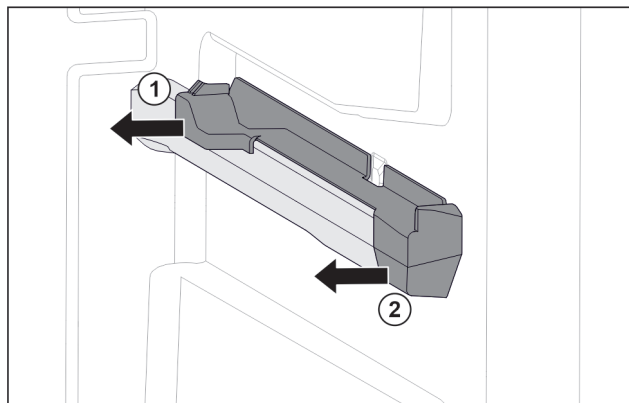

Fig. 148 Elemento inseribile sulla nervatura destra del contenitore
- Estrarre l'elemento inseribile dal lato posteriore di lato. Fig. 148 (1)
- Estrarre l'elemento inseribile dal lato anteriore di lato. Fig. 148 (2)